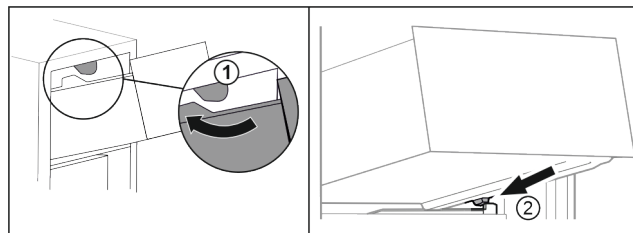

Fig. 65
- ▶ Poprowadzić szufladę wokół górnego stopera. Fig. 65 (1)
- ▶ Założyć szufladę pod skosem za dolnymi stoperami na żebro pojemnika. Fig. 65 (2)